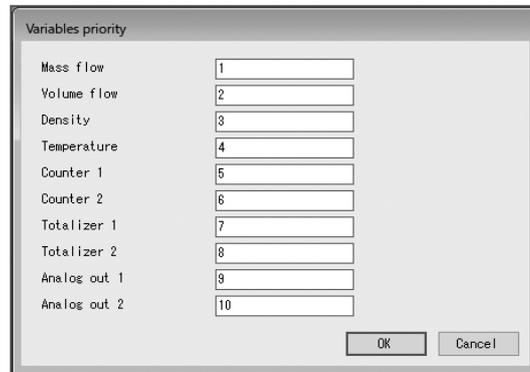

図76
① メニューの「Setup(S)」>「LCD」>「Variables priority」をクリックします。
② 次のウィンドウ(図76)が表示されます。ここではLCDに表示する計測値の順番を設定します。